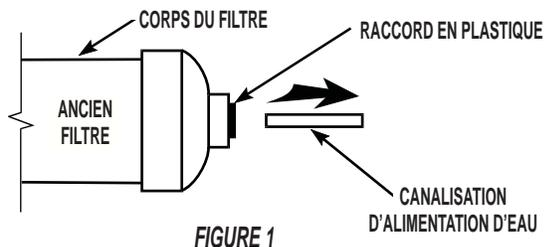

FIGURE 1
2. En tenant le raccord en plastique contre le corps du filtre, tirer en ligne droite sur la canalisation d'eau. Le raccord en plastique devrait demeurer sur le filtre. Répéter la procédure pour l'autre extrémité du filtre. Voir la Figure 1.